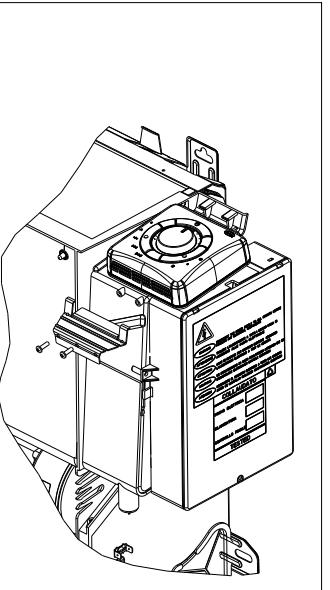

Fig. 1
- Access the upper part of the electrical panel positioning the control as shown in figure 1. It has to be inserted in the dedicated tabs and secured with the two screws provided.
- Acceder a la parte superior del cuadro eléctrico colocando el mando tal como se muestra en la fig. 1, insertándolo en las lengüetas correspondientes y sujetándolo con los dos tornillos suministrados.